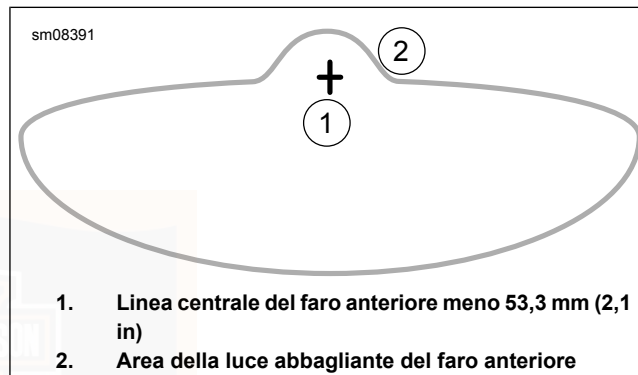

Figura 95. Fascio di luce del faro anteriore: modelli con carenatura montata sul telaio
- LED, carenatura montata sul telaio:** Vedere Figura 95. Centro del fascio di luce sul segno con il faro anteriore impostato sulla **luce abbagliante**.
- b. Vedere Figura 95 . Regolare il fascio del faro anteriore.